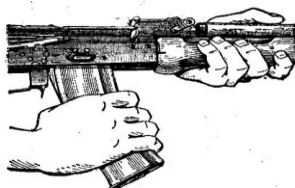

Рис. 28. Присоединение магазина
10. **Присоединить магазин к автомату.** Удерживая автомат левой рукой за шейку приклада или цевье, правой ввести магазин в окно ствольной коробки зацепом магазина (рис. 28) и повернуть магазин на себя так, чтобы защёлка заскочила за опорный выступ магазина.